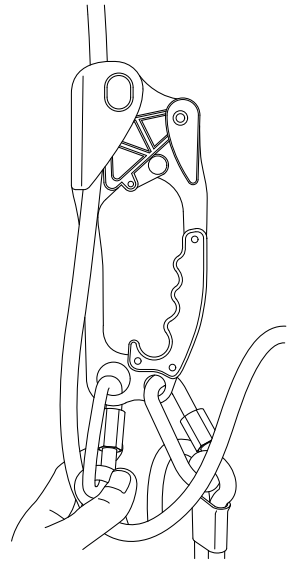

ABB. 3
3. Führen Sie das Seil vorsichtig über die Rolle (Abb. 3).
4. Öffnen Sie den Schnappverschluss und achten Sie darauf, dass das Seil in der richtigen Position über die Rolle läuft (Abb. 3).